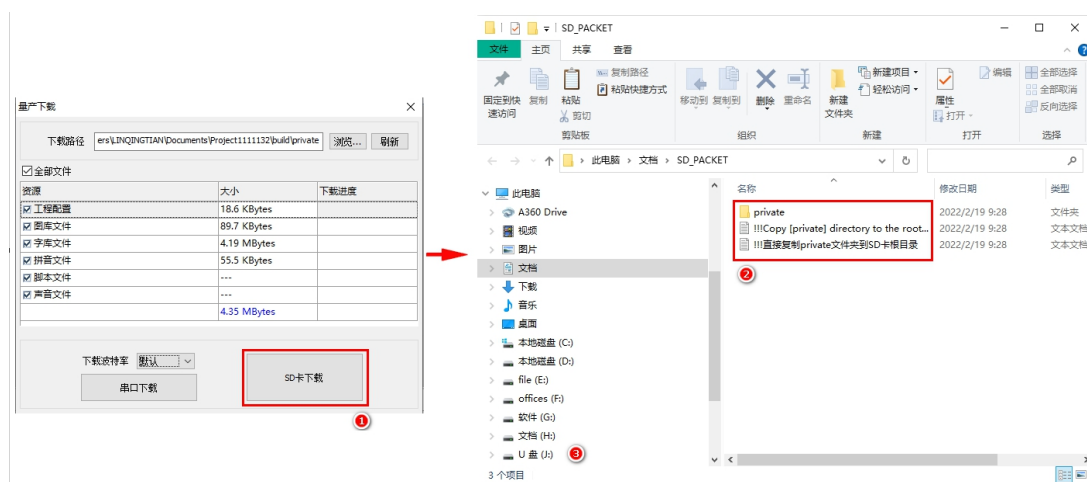

图 2-6 拷贝到 SD 卡
1. 选中 VisualHMI 软件菜单栏中【量产下载】按钮 ，然后点击弹窗中的【SD 卡下载】按钮，把文件中所有文件拷贝到 SD 根目录下，如图 2-6 所示；